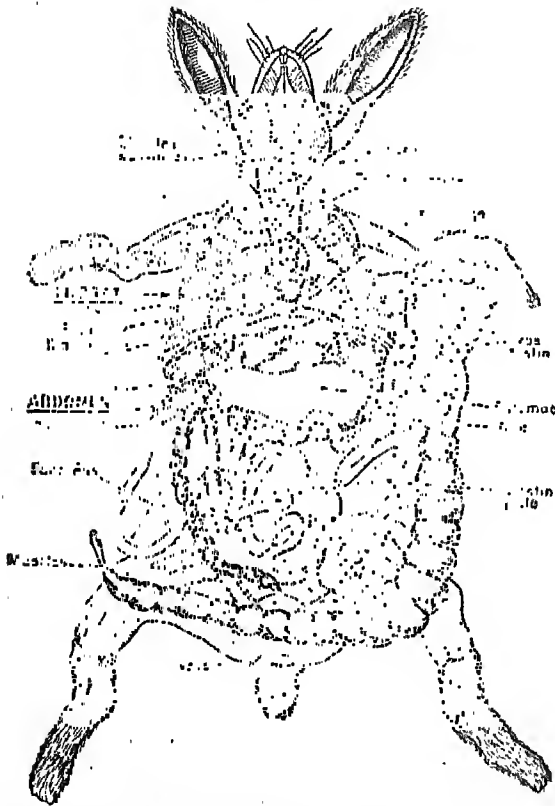

Fig. 2. — Dissection d'un lapin. Elle nous montre les organes qui forment le corps de cet animal.
2. La notion d'organe. Observation des principaux organes d'un *lapin écorché*. A défaut, examiner et décrire la fig. 2. Retrouver les organes correspondants sur une planche murale représentant l'intérieur du corps humain¹ (à défaut, sur la fig. 3).
La ménagère coupe ensuite la paroi du ventre et la poitrine, et vous pouvez distinguer les poumons, le cœur, le foie, le tube digestif, les reins... contenus dans le tronc (fig. 2). Vous remarquez qu'une cloison charnue, le *diaphragme*, partage le tronc en deux parties. Au-dessus se trouve la poitrine, ou *thorax*, au-dessous c'est le ventre, ou *abdomen*.